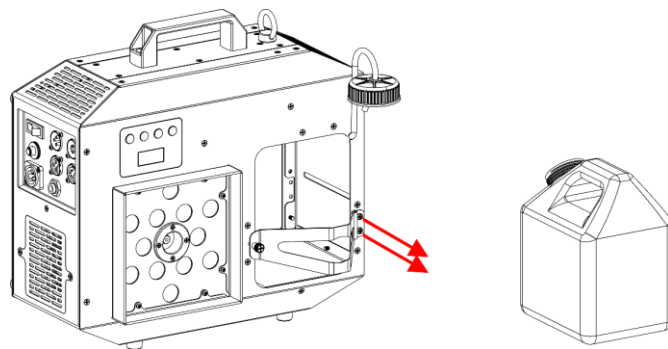

Fig. 11
06) Svitare le 2 viti della staffa, come illustrato nella Fig. 11.